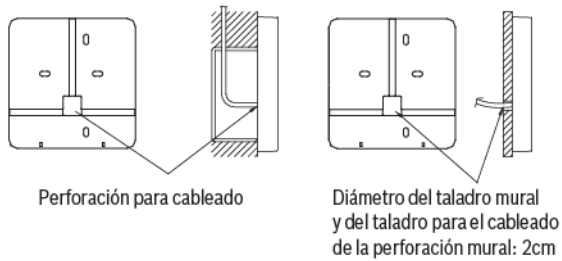

Fig. 6
- Para un cableado apantallado, véase la fig. 6.